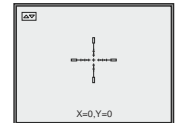

Abb. 4
- Schrauben Sie dafür den Deckel der Abstimmsscheibe (9) ab, drücken Sie auf die Scheibe bis zum Knacken. Das erste Drücken der Scheibe ermöglicht es, die Marke vertikal zu verschieben, (oben links erscheint ein Bildsymbol $\Delta \nabla$), ein erneutes Drücken bis zum Knacken ermöglicht die horizontale Bewegung der Marke (Bildsymbol erscheint $\square \square$) (s. Abb. 4). Ein nächstes Drücken der Scheibe ermöglicht den Austritt aus dem Modus.